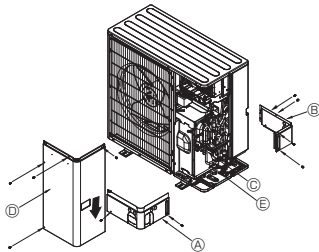

Fig. 5-3
5.3. Cevi za rashladnu tečnost (Fig. 5-3)